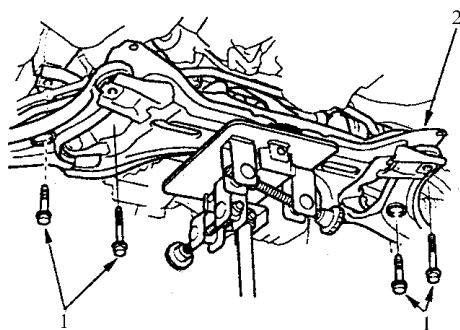

图 7-27 支撑变速器
16) 如图 7-27 所示, 在后梁的中心下方安放一个变速器千斤顶, 并将其支撑。拆卸后梁装配螺栓。然后, 慢慢地降低千斤顶, 将后梁和转向机作为一个总成降低。